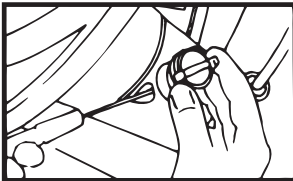

FIGURE 29 • FIGURA 29
- 1) Avec la clé sur la position RUN, appuyez avec un outil adéquat sur la goupille de retenue du cylindre du contacteur et extrayez ce dernier hors de son logement de la colonne de direction (reportez-vous à figure 29).